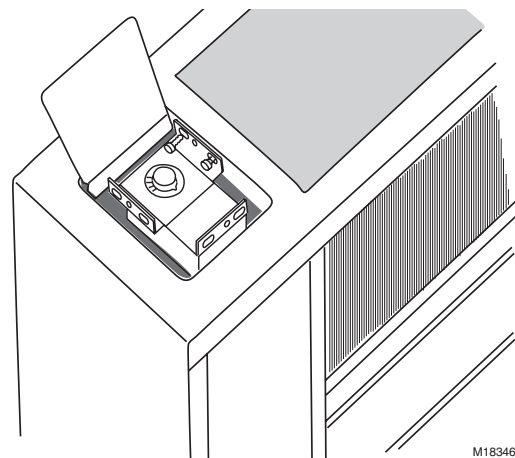

Fig. 5. Vue de dessus de l'unité terminale avec thermostat monté dans la position qui convient le mieux.
2. Poser le thermostat (Voir les Fig. 5 et 6)
Utiliser l'ensemble 316016A ou B pour l'installation du modèle à trousse de montage LP916 sur une unité terminale comme celles illustrées aux Fig. 5 ou 6. Ces ensembles comprennent un support de montage, des vis, des écrous, des agrafes, des crochets pour le bulbe, une plaque graduée et un bouton.